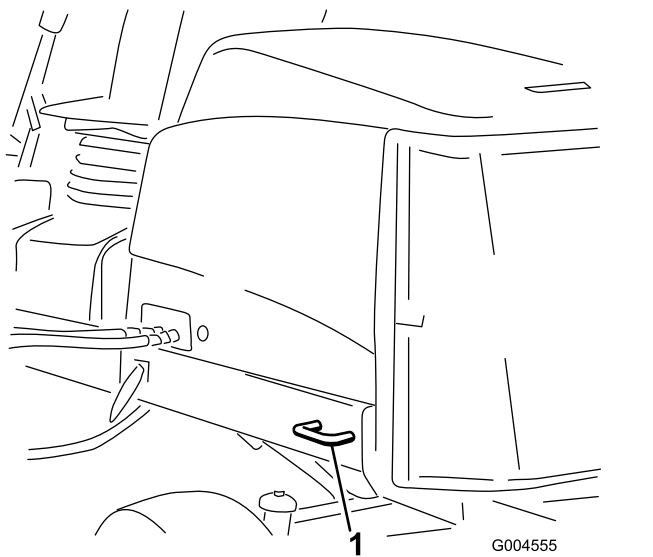

Figura 58
- Posteriori – Ogni lato della macchina sul telaio posteriore (Figura 58).